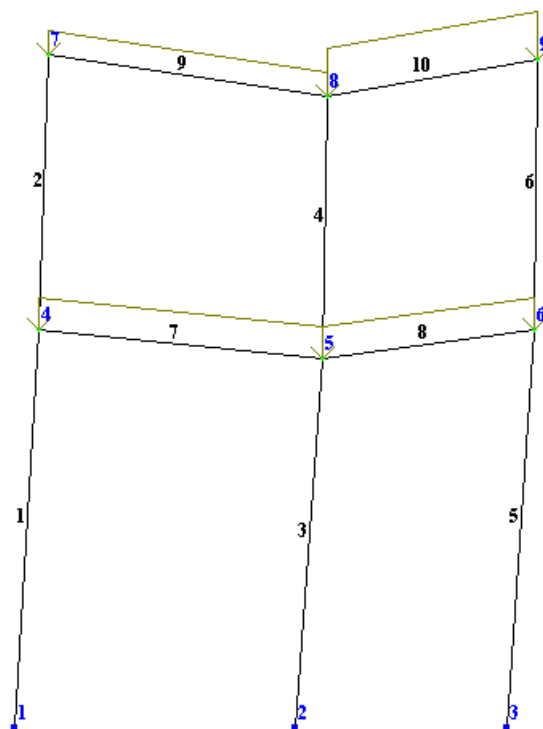

Рис. 1.19. Розрахункова схема з урахуванням переміщень вузлів
- В режимі перегляду результатів розрахунку за умовчанням розрахункова схема відображається з урахуванням переміщень вузлів (рис. 1.19). Для відображення схеми без урахування переміщень